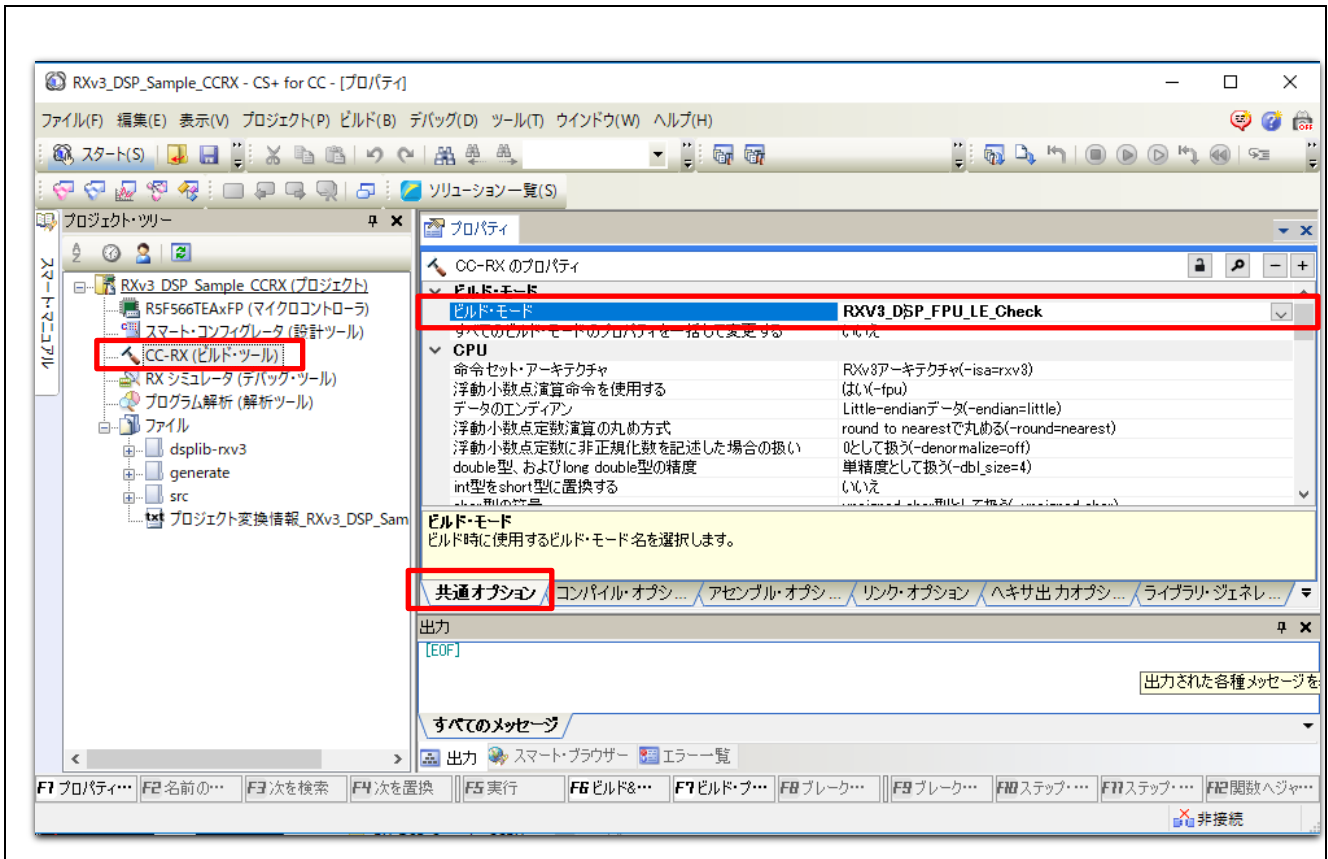

図 3-5 CS+ビルド・モードの選択
1. 図 3-5 に示すように、プロジェクト・ツリーで「CC-RX (ビルド・ツール)」をクリックして、CC-RX のプロパティ「共通オプション」のビルド・モードでビルド構成を選択します。ビルド構成は表 2-3 に示す 8 種類あります。